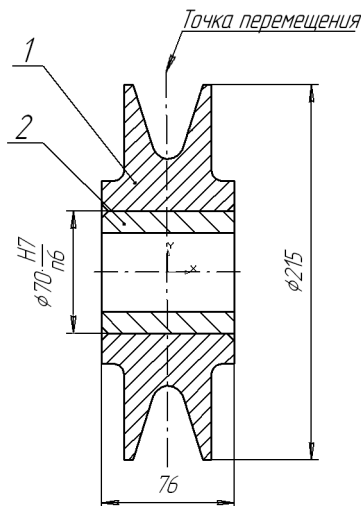

Рис. 53.16. Простановка обозначений позиций
- 1.8. Нажмите кнопку **Создать объект** на Панели специального управления. Редактирование размера будет завершено (рис. 53.16).
4. Проставьте обозначение позиций для *Ролика* и *Втулки*, как это показано на рис. 53.16.